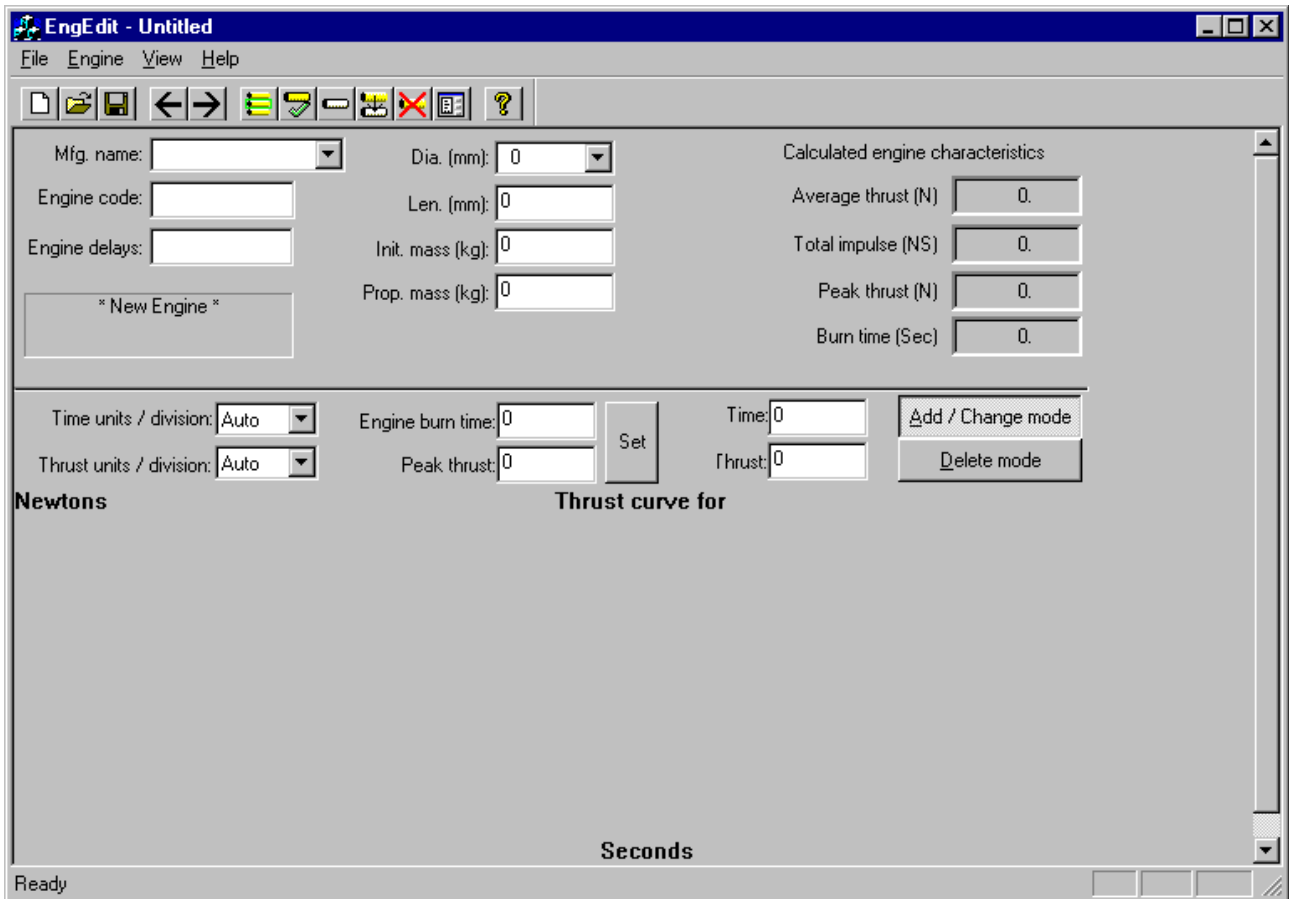

Figura 1. Janela principal do aplicativo Engine Editor do RockSim 7.0.
1) Inicializar o aplicativo Engine Editor do RockSim 7.0. O resultado deve ser a janela mostrada na Figura 1.